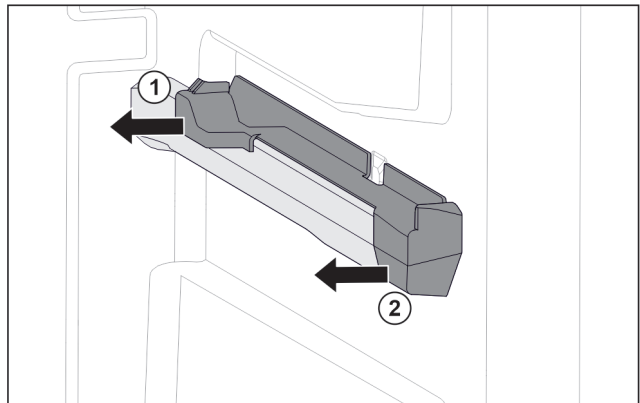

Fig. 73 Aufsteckteil auf der rechten Behälterrippe
- ▶ Aufsteckteil hinten zur Seite abziehen. Fig. 73 (1)
- ▶ Aufsteckteil vorne zur Seite abziehen. Fig. 73 (2)